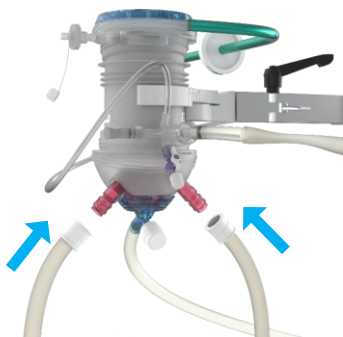

Figura 14 Collegamento dei tubi termici agli ossigenatori
- Collegare i tubi termici agli ossigenatori (Figura 14) utilizzando i connettori dell'acqua (Figura 7, voce 25). Ciascun ossigenatore è dotato di due connettori per tubi termici che possono essere utilizzati in ingresso o in uscita. Assicurarsi che un tubo sia collegato all'ingresso termico e uno all'uscita termica (Figura 7).